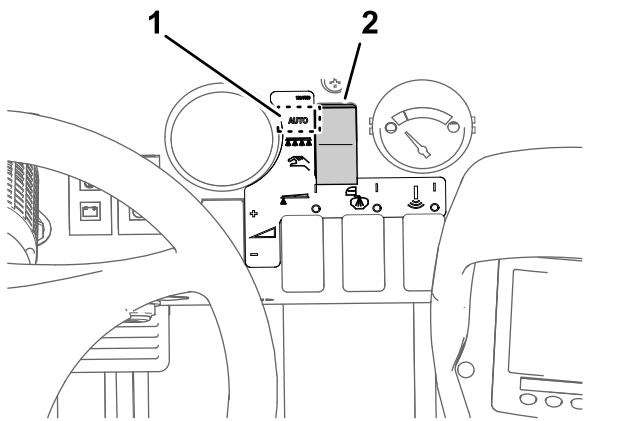

Bild 35
3. Stellen Sie die Taste für den Sprühmodus auf den Dosiermodus (Bild 35).